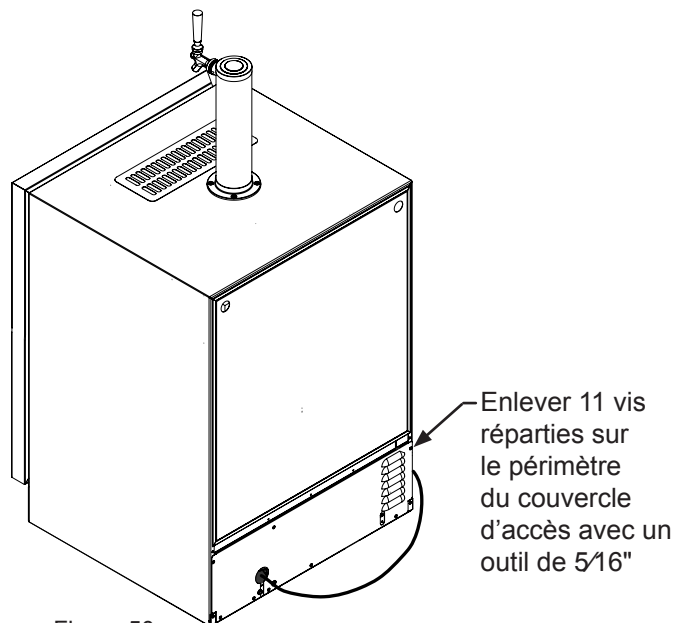

Figure 50
14. Enlevez le couvercle d'accès arrière (voir la Figure 50), et utilisez une brosse et un aspirateur pour éliminer la saleté et les débris du compartiment de la machine.